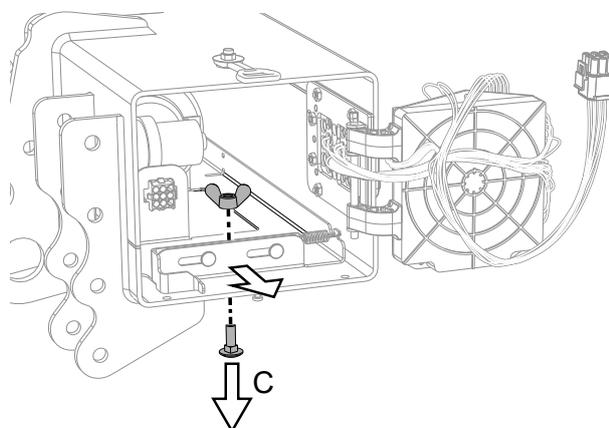
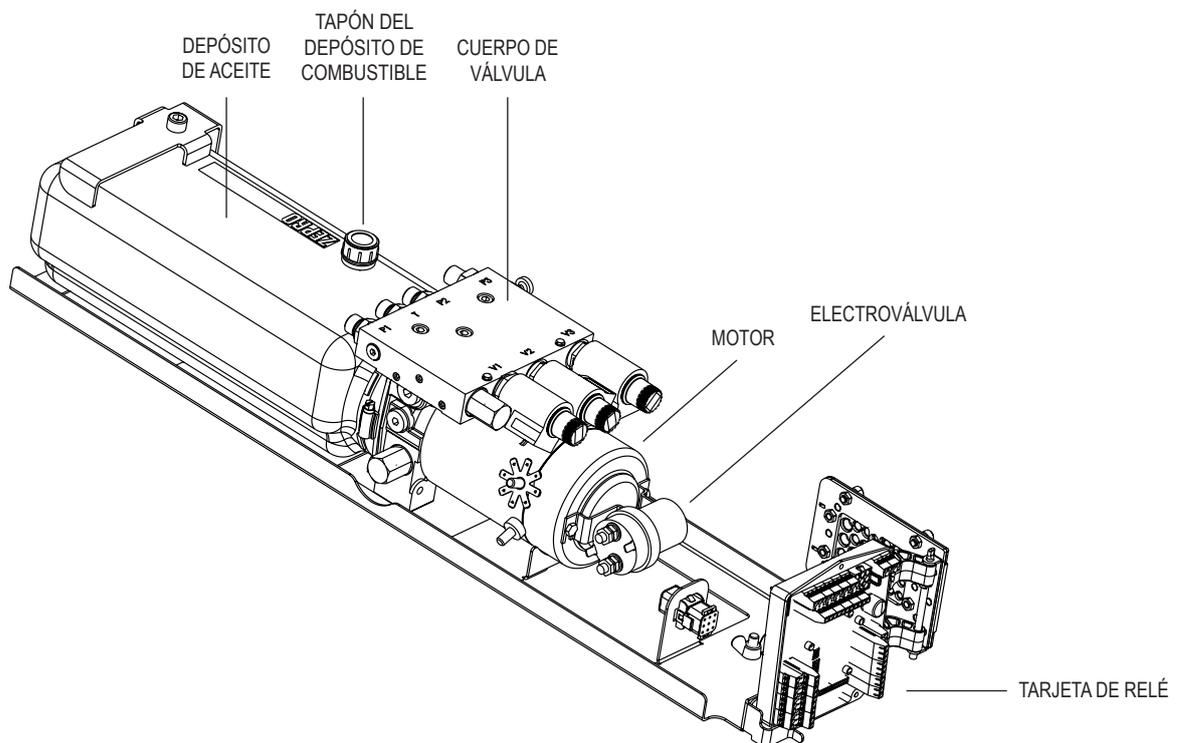

Figura 19. Liberación del grupo hidráulico
Figura 21. Grupo hidráulico y tarjeta de relé
4. Liberar el grupo hidráulico, para ello aflojar la tuerca de mariposa y el tornillo correspondiente (C), véase Figura 19 y retirar el grupo hidráulico hasta que la tapa del depósito sea accesible, véase Figura 21.